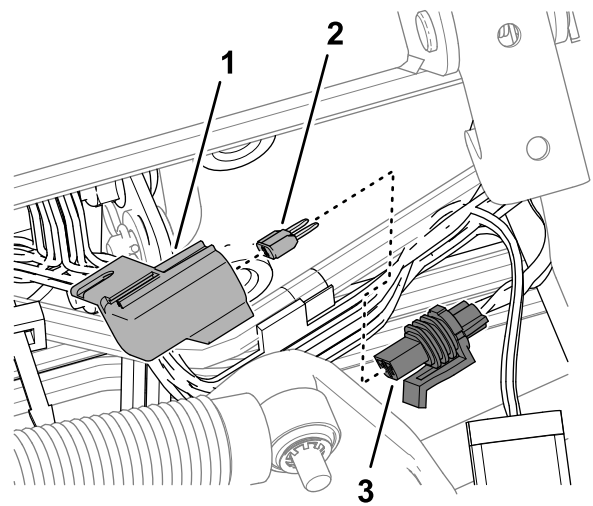

Рисунок 98
3. Снимите крышку со встроенного держателя предохранителя с маркировкой 10 A FUSE TELEMATIC PWR (ПРЕДОХРАНИТЕЛЬ 10 A ПИТАНИЯ УСТРОЙСТВА ТЕЛЕКОММУНИКАЦИИ) (Рисунок 98).